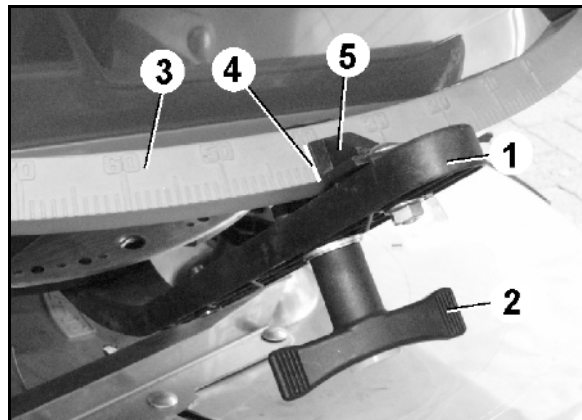

Fig. 52
2. Løsne vingeskruen (Fig. 52/2).
3. Finn den nødvendige spjeldstillingen på skalaen (Fig. 52/3).
4. Still avlesingskanten (Fig. 52/4) til stillespakviseren (Fig. 52/5) på skalaverdien.
5. Trekk vingeskruen (Fig. 52/2) helt til igjen.